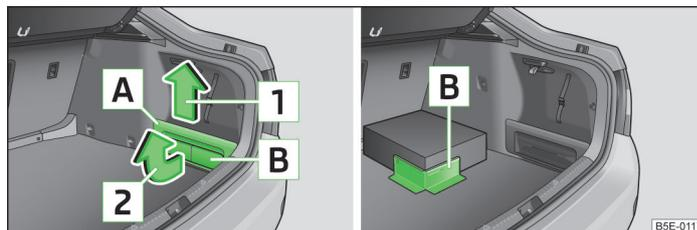

Abb. 92 Ablagefach und Cargo-Element herausnehmen / Befestigungsbeispiel eines Gepäckstücks mittels des Cargo-Elements
- Die Abdeckung des Ablagefachs **A** in Pfeilrichtung **1** » Abb. 92 herausnehmen.
- Das Cargo-Element **B** (ein Teil der Abdeckung des Ablagefachs) in Pfeilrichtung **2** » Abb. 92 herausnehmen.